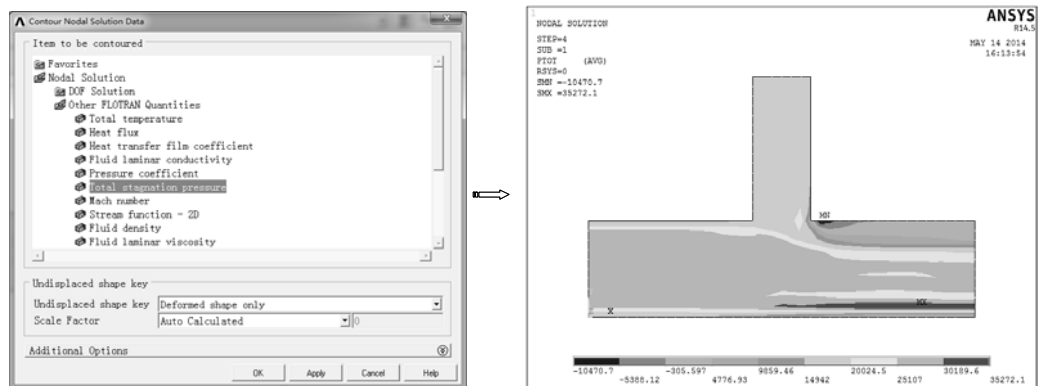

图 10-76 流场总压力分布图
- 4) 绘制总压力（动压和静压）分布图。选择 “Main Menu>General PostProc>Plot Results>Contour Plot>Nodal Solution” 命令，弹出“Contour Nodal Solution Data”对话框，选择 “Nodal Solution>Other FLOTRAN Quantities>Total stagnation pressure” 选项，单击 “OK” 按钮绘制流场总压力分布图，如图 10-76 所示。